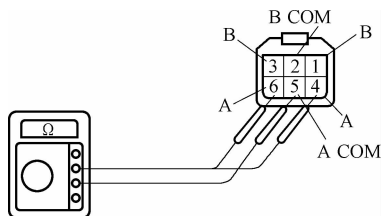

图 3-119 辅助节气门执行器的检测
2) 如图 3-119 所示,用电阻表测量端子 1、2、3 间应导通,端子 4、5、6 间也应导通。
(7) TRC 泵电动机的检测